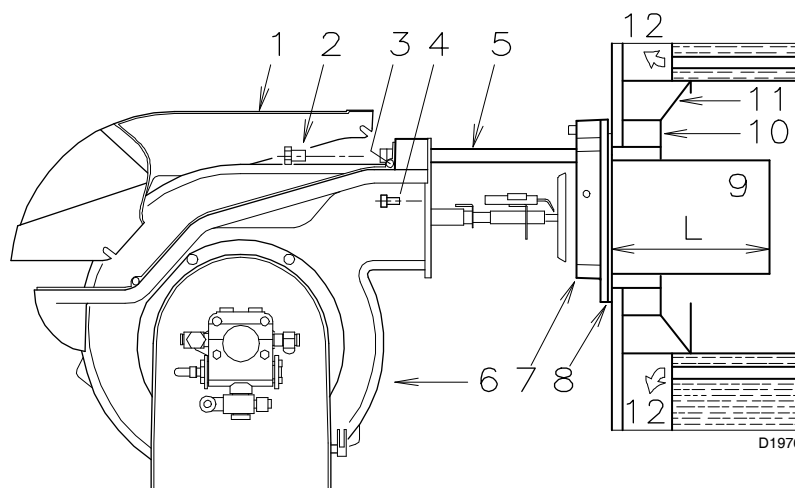

Fig. 8
En calderas con frontal refrigerado por agua, no es necesario el revestimiento refractario 10)-11)(Fig. 8), salvo que lo indique el fabricante de la caldera.
Fijar la brida 7)(Fig. 8) a la placa de la caldera, intercalando la junta 8) (Fig. 8) que se suministra. Utilizar los 4 tornillos que se
- Abrir el quemador sobre las guías como en (Fig. 8 pág. 12).